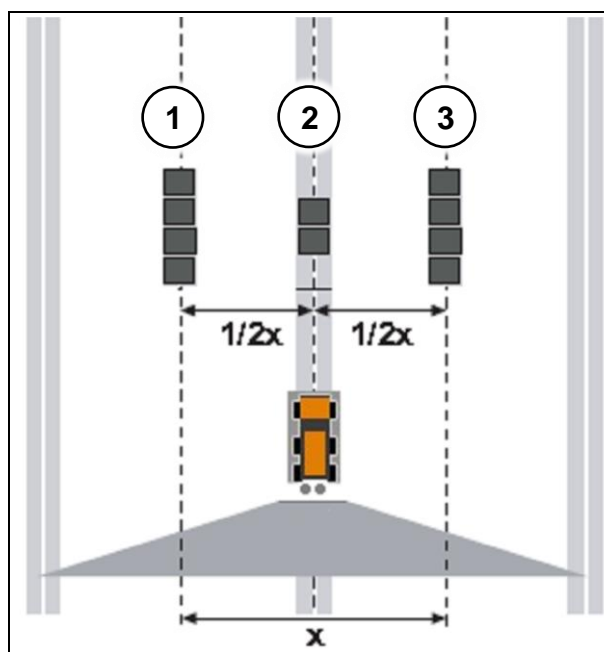

Рис. 168
- 2 Расставьте лотки для сбора материала, как показано на рисунке (Рис. 168), при этом X – ширина внесения из таблицы. Центральный ряд лотков (Рис. 168/2) стоит посередине колеи машины, Ряды лотков (Рис. 168/1,3) стоят от центра на половину ширины внесения.